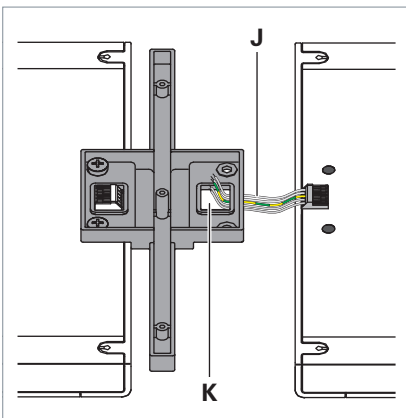

Fig. 14: Kabel verlegen.
- ▶ Führen Sie die Kabel **J** der zu verkettenden Leuchte von unten durch die Aussparung **K** am Verbindungselement der zuletzt montierten Leuchte, siehe Fig. 14.